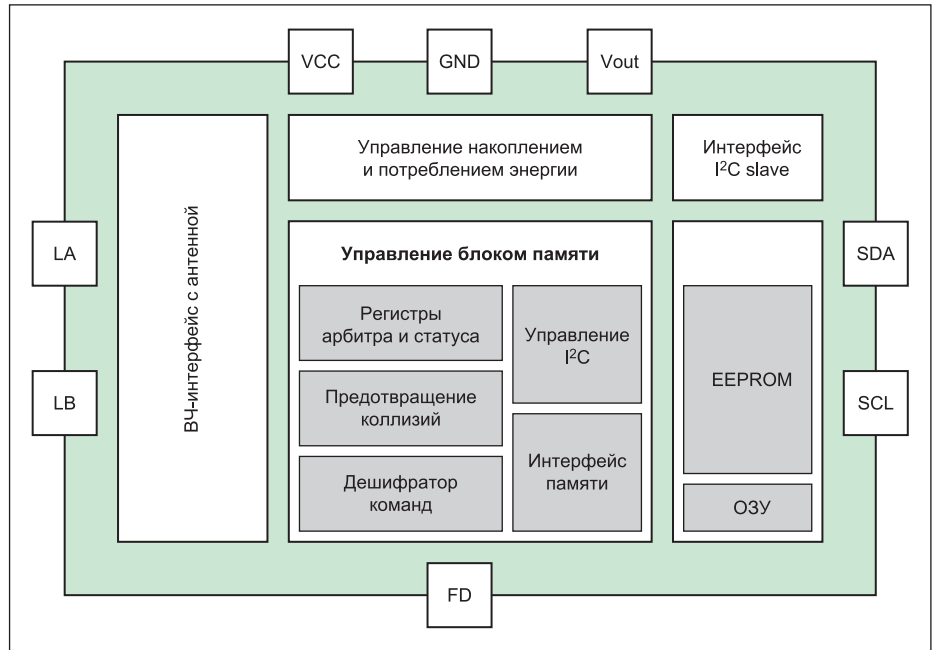

Рис. 9. Структурная схема NFC-метки NTAG I²C plus
- На рис. 9 показана структурная схема микросхемы NTAG I²C plus.